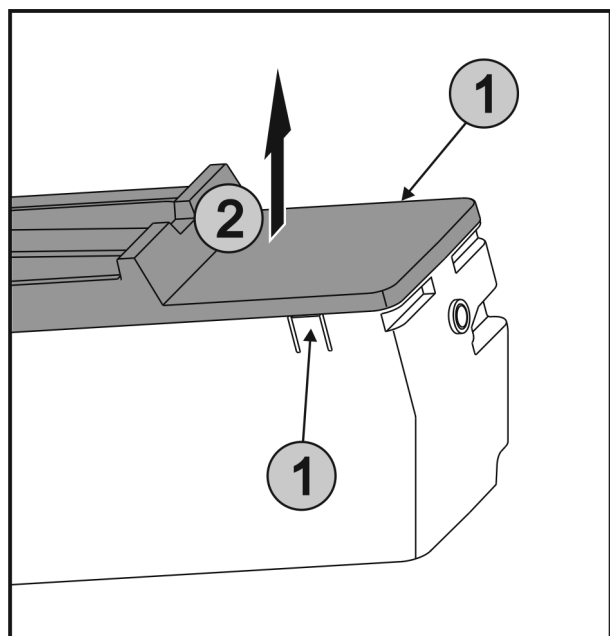

Fig. 38
- ▶ Stlačte západky Fig. 38 (1) na obou stranách EasyTwist-Ice současně a sejměte kryt Fig. 38 (2) směrem nahoru.